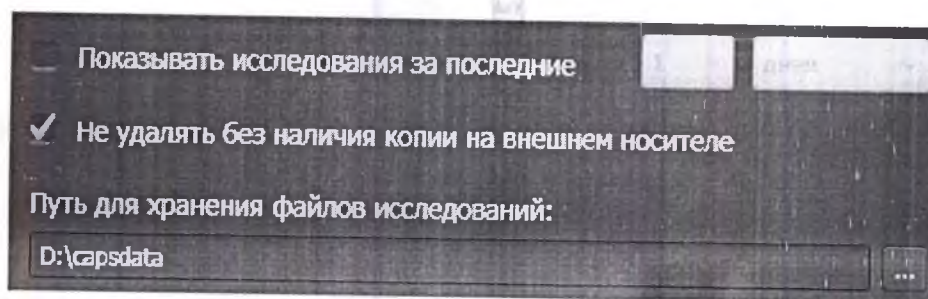

Рисунок 13 – Всплывающее меню кнопки «Настройки»
8) кнопку  [Настройки], осуществляющую вызов всплывающего меню (рисунок 13), с помощью которого происходит: